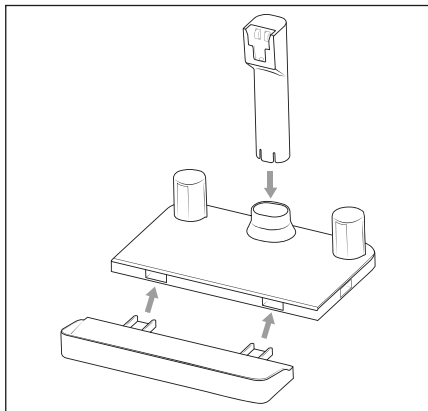

Fig. 4
① Remarque
- 1) Assemblez la station de recharge 15 et fixez le support d'appareil 17 de la station de recharge 15 (voir fig. 4).